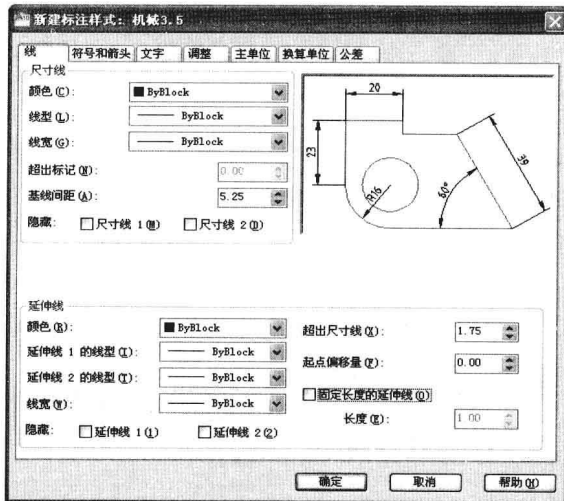

图 7-2-3
(3) 打开“新建标注样式：机械3.5”对话框，单击“线”选项卡，“基线间距”设置为5.25，“超出尺寸线”设置为1.75，“起点偏移量”设置为0，如图7-2-3所示。